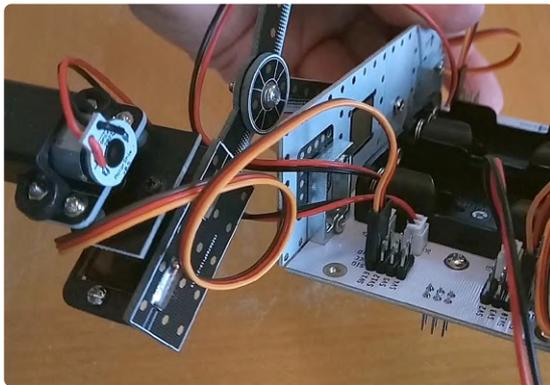

Bild 3. Das Drehgestell am Kipphebel sollte sich fast ohne Reibung drehen lassen.
- Nachdem Sie die Servos angeschlossen haben, können Sie ihre Drähte um die Servokörper wickeln, um die Sache etwas aufzuräumen. Lassen Sie dagegen die Kabel der Radmotoren frei, damit sie die Bewegungen der Kipphebel nicht blockieren (**Bild 3**).